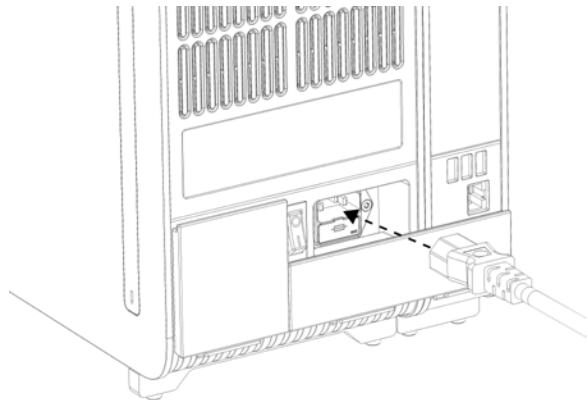

Figura 20. Căsătarea cablului de alimentare.
8. Conectați cablul de alimentare livrat împreună cu QIAstat-Dx Analyzer 1.0 în partea din spate a modulului analitic inițial (Figura 20).